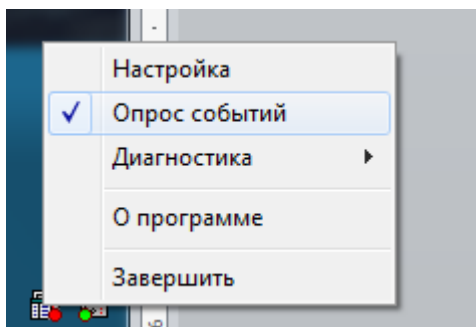

Рисунок 2.59.9
– запустить программу **Сервер архивирования данных** из пакета Foundation и загрузить необходимые события в базу данных путем выбора команды **Опрос событий** (рисунок 2.59.9);